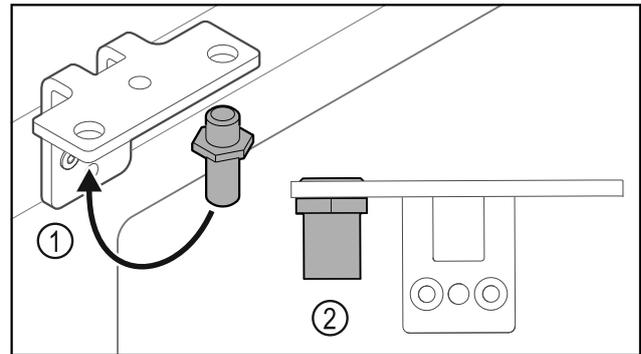

Fig. 25
- ▶ Bolzen Fig. 25 (1) im Scharnierwinkel umsetzen.
- ▶ Bolzen Fig. 25 (2) mit **Drehmoment von 12 Nm** anziehen.